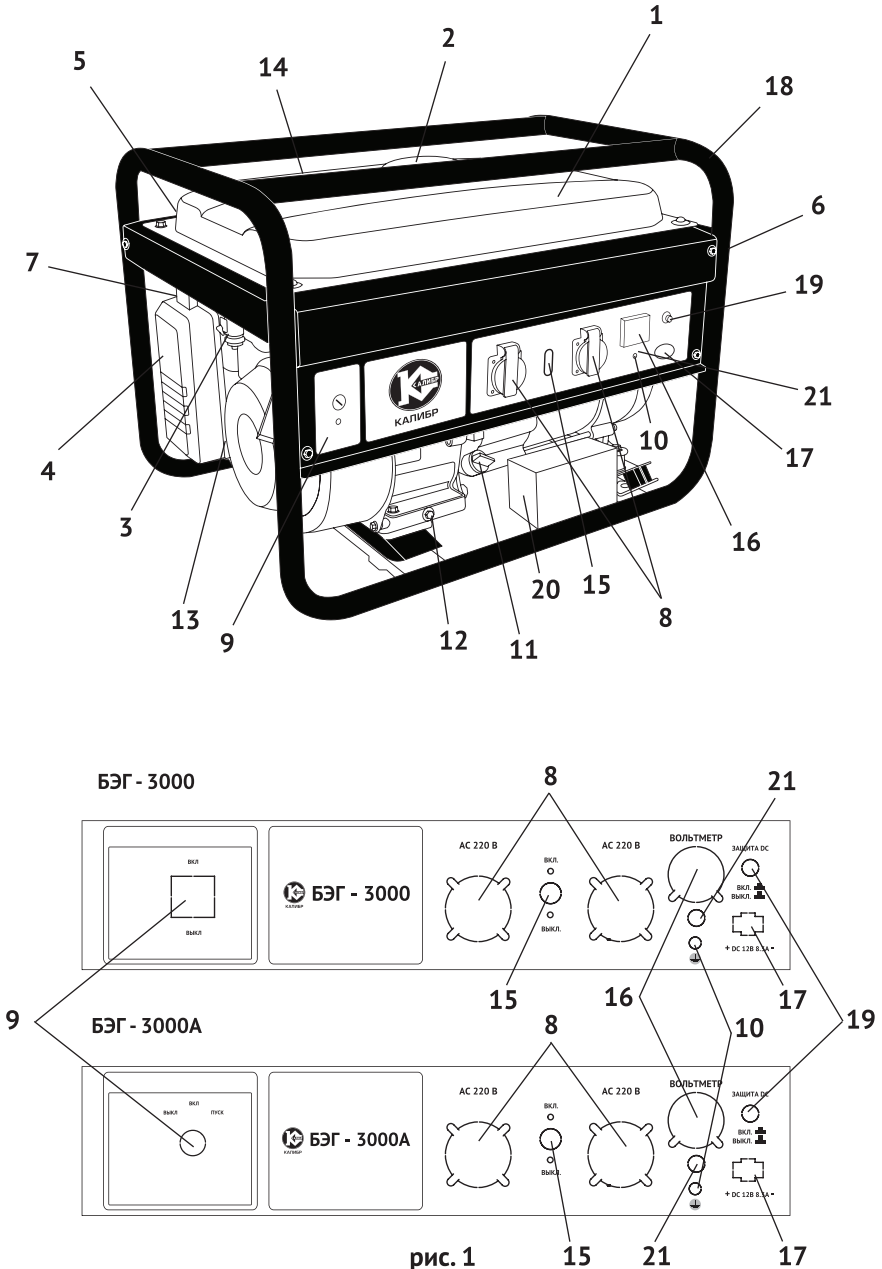

рис. 1
генератора. Передача осуществляется через коническое сопряжение ротора генератора и вала двигателя. При этом образуется самоцентрирующаяся трёхпорная схема соединения. С обмоток статора генератора напряжение подводится: через систему стабилизации на розетки переменного тока (рис.1 поз.8); через выпрямительный блок на розетку постоянного тока (рис.1 поз.17).
2.4 Общий вид бензогенератора схематично представлен на рис.1
3.4 Двигатель и генератор закреплены на трубчатой раме (рис.1 поз.18) через амортизаторы, что снижает вибрацию аппарата и уменьшает уровень шума при работе. Все элементы бензогенератора имеют удобный доступ для обслуживания и ремонта.
Электрическая сеть подключения потребителей относится к системе с изолированной нейтралью, предусматривающей защитное заземление открытых токоведущих частей корпуса. В зависимости от местных условий (состав грунта, его влажность и т.п.) изменяется качество заземления. Во всех случаях защитное заземление должно иметь сопротивление не более 4-х Ом. Во время работы бензогенератора его клемма заземления (рис.1 поз.10) должна быть подсоединена к заземлителю. Практически это требование может быть реализовано следующими способами:
Выкрутите пробку-щуп из маслозаливной горловины (рис.1 поз.11) и залейте в картер масло необходимой марки до нижнего края горловины. Вставьте сухой чистый щуп в горловину картера и выньте его. Проверьте уровень масла: граница смоченной области щупа должна располагаться между отметками минимального и максимального уровней.
5.3.1 Отключить всех потребителей переменного и постоянного тока от генератора. Перевести автоматический выключатель (рис.1 поз.15) в положение «ВыКЛ».
- перевести выключатель зажигания (рис.1 поз.9) в положение «ВКЛ»;
- открыть топливный кран (рис.1 поз.3);
- перевести рычаг управления воздушной заслонкой (рис.1 поз.7) в крайнее левое положение «закрыто» при пуске холодного двигателя (для прогрева двигателя рычаг устанавливается в промежуточном положении);
- резко, с усилием потяните рукоятку стартера (рис.1 поз.13) до упора, повторите действие ещё раз, если двигатель не завёлся.
После прогрева двигателя в течение 10-40 секунд (в зависимости от начальной температуры), перевести рычаг воздушной заслонки (рис.1 поз.7) в крайнее правое положение «открыто».
- перевести выключатель зажигания (рис.1 поз.9) в положение «ВыКЛ.» (ключ зажигания модели БЭГ-3000А – в положение «ВыКЛ.»);
- закрыть топливный кран (рис.1 поз.3).
- наличие и величина напряжения переменного тока измеряется вольтметром (рис.1 поз.16);